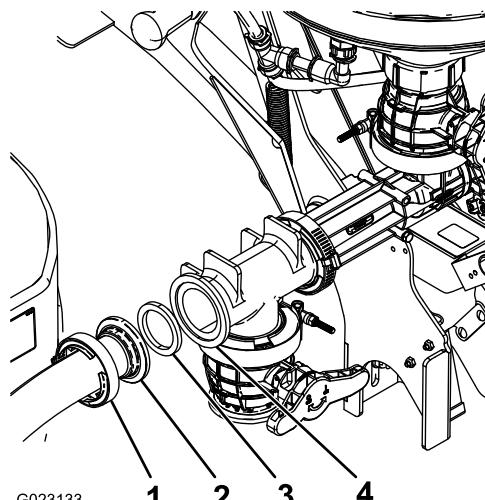

Figure 20
- Fixez l'autre extrémité du flexible à l'orifice avant du mélangeur au moyen d'un joint et d'un collier à vis sans fin (Figure 20).